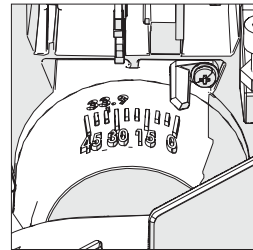

Abb. 21
- Neigen Sie den Schneidkopf in den gewünschten Winkel. Die Einstellung wird durch einen eingearbeiteten Winkelmesser erleichtert (**Abb. 21**).